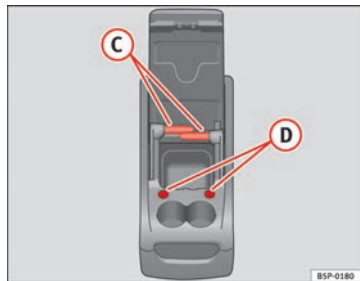

Fig. 106 Portaobjetos móvil. Funciones.
Para utilizar la mesa (C) ⇒ fig. 106, se ha de extraer de su alojamiento en el lateral del portaobjetos móvil y colocarla en su alojamiento (D) ⇒ fig. 106 en la parte frontal del portaobjetos móvil.